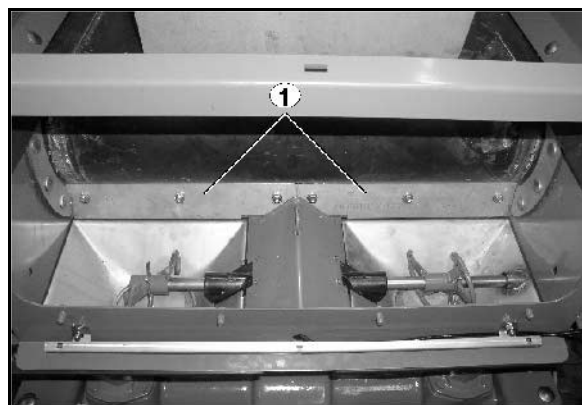
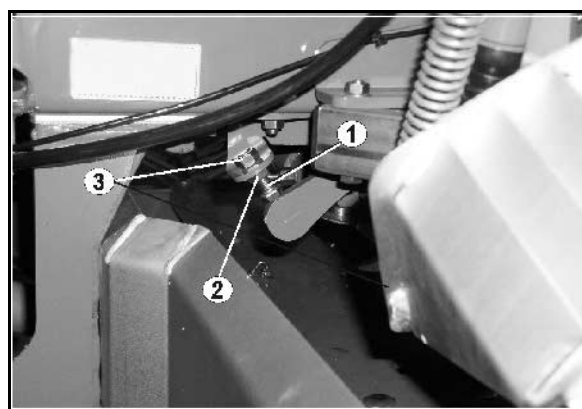

Fig. 78
Fig. 79
Trycket från avstrykarna (Fig. 78/1) mot bottenmattan ställs in på **båda** sidor med inställningsskruvarna (Fig. 79/1):
- Dra åt muttern (Fig. 79/2) för inställningsskruven tills segmentplåtarna precis ligger an mot bottenmattan.
- Dra åt kontramuttern (Fig. 79/3).